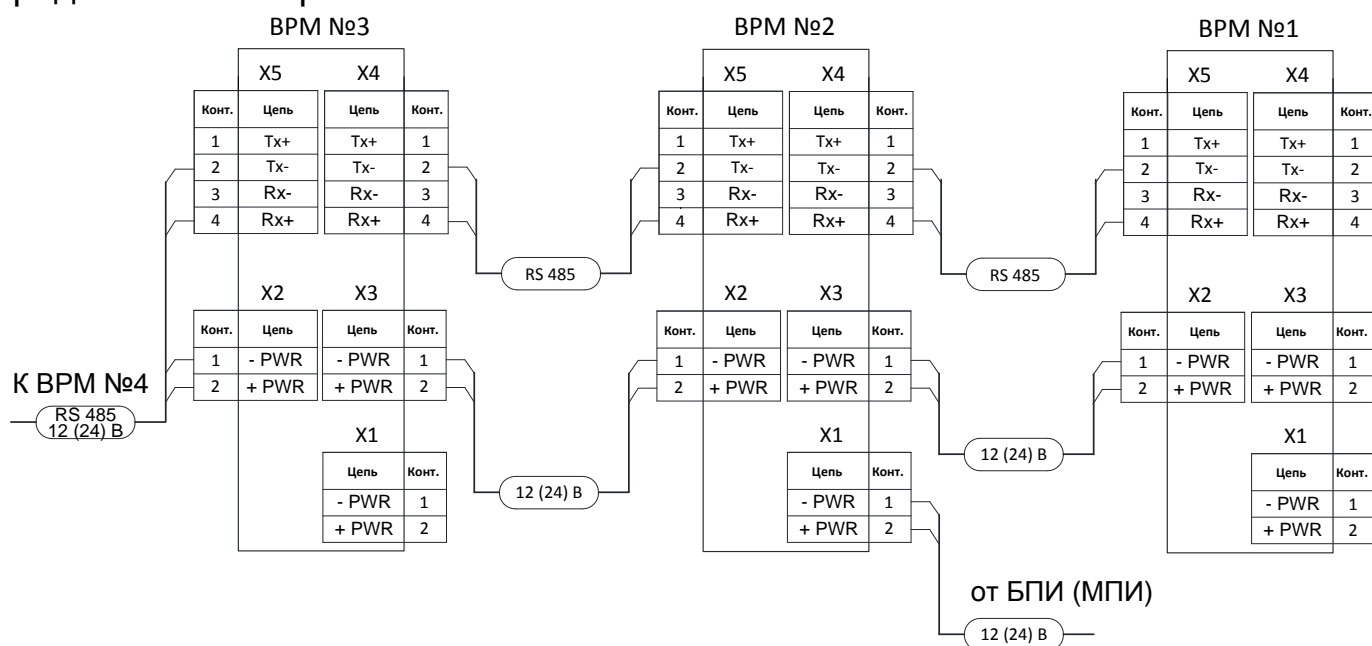

Рисунок 6.2 – Типовая схема подключения Радиомодулей выносных «ВРМ» одной зоны (цепи)
- проверить схему подключений (рис.6.2);
Типовая схема подключения Радиомодулей «ВРМ» одной цепи (зоны) представлена на рис. 6.2.